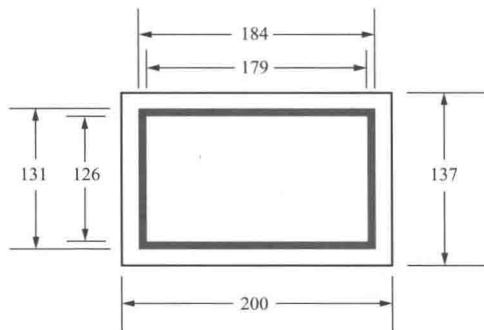

图 1-14 避雷器标志牌尺寸参考类型（二）
(3) 避雷器标志牌尺寸参考类型（二）如图 1-14 所示。